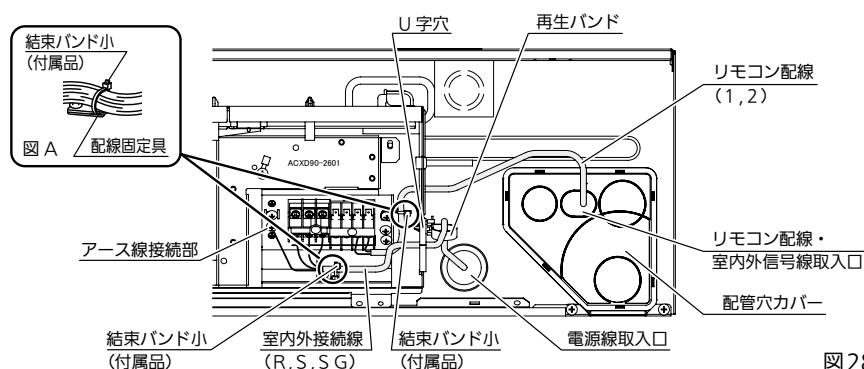

図28
9. 電気配線工事⑤ 「安全上のご注意」の内容をご確認ください
- ワイヤードリモコン使用の場合、配管穴カバーの室内外信号線取入口をカッター等で開けて、配線を通してください。(図28、29、30)
- 電源線を室内ユニット背面の電源線取入口から電装ボックス側面のU字穴を通し電装ボックスに引き込んでください。(図28、29)
- リモコン配線および室内外信号線を、室内ユニット背面右側のリモコン配線・室内外信号線取入口から電装ボックスの側面中央の穴を通し、電装ボックスに引き込んでください。(図28、29)